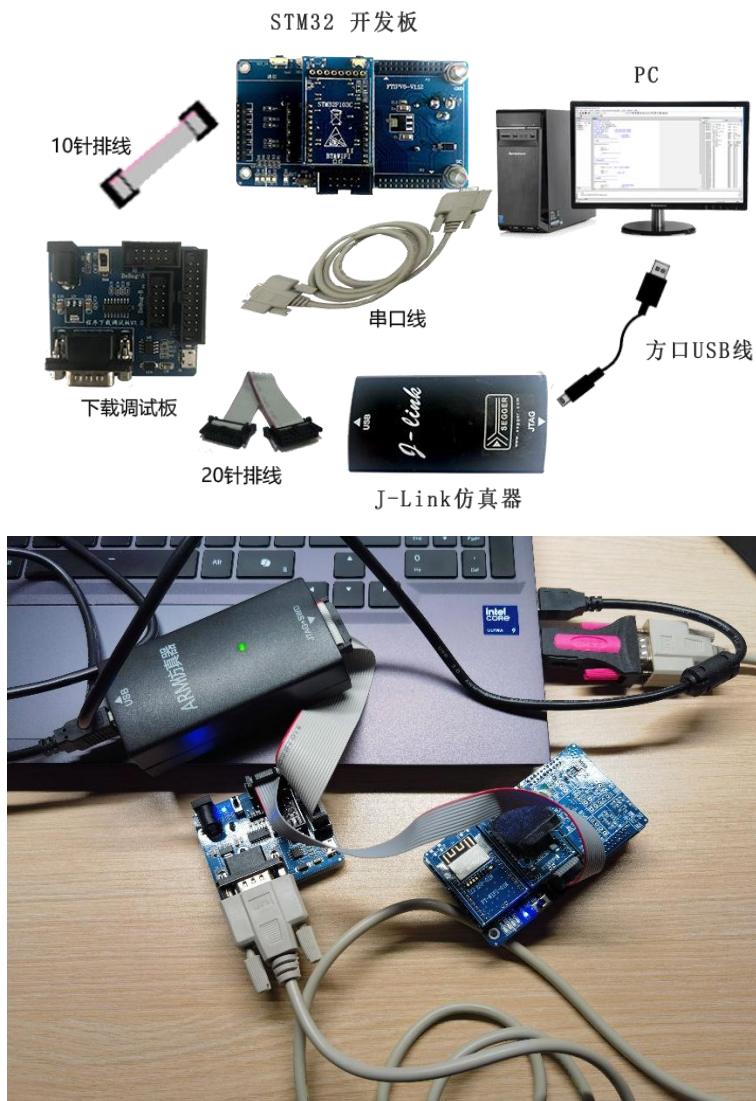

图 1-7 硬件连接图
- 1) 使用 USB 方口线连接 ARM J-LINK 仿真器和 PC 机，用 20 针排线连接 ARM J-LINK 仿真器和下载调试板，10 针排线连接下载调试板和 STM32 开发板，再使用串口线将下载调试板连接至 PC，使用 DC 5V 电源给开发板供电，如图 1-7 所示。